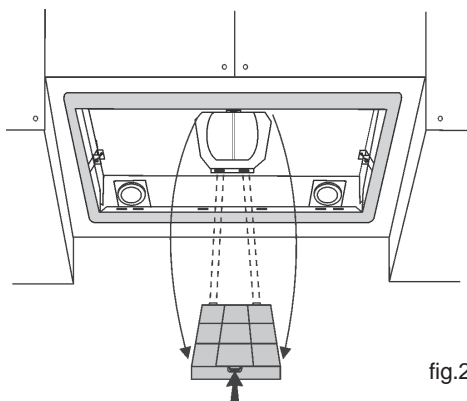

fig.2
3. Poussez l'arrêt du filtre à charbon vers l'intérieur et tirez le filtre vers le bas de manière à le retirer de son logement (fig. 2).